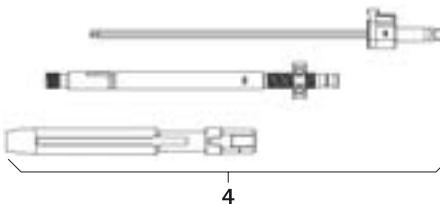

Afb. 6
- Demonteer het staaflengte-meetinstrument 11, zie Afb. 6.